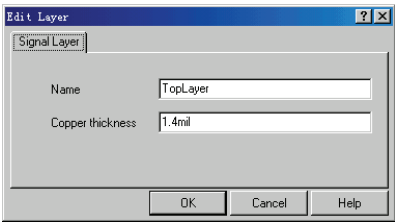

图 7-17 “Edit Layer” 对话框
- 如果用户需要设置某信号层的厚度，则可以选中该层，然后单击“Properties”按钮，系统将弹出如图 7-17 所示的“Edit Layer（信号层属性）”对话框设置信号层的厚度和层名。